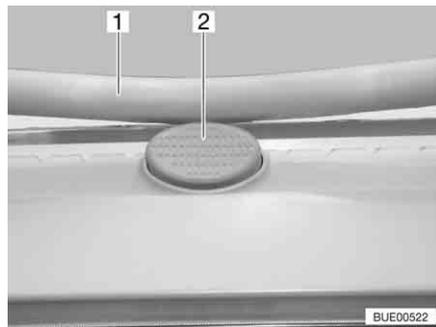

Bild 65 Sicherungsknopf an der Heki-Dachhaube
- Den Sicherungsknopf (Bild 65,2) drücken und den Bügel (Bild 65,1) mit beiden Händen nach unten ziehen.
- Den Bügel mit beiden Händen nach oben drücken, bis der Bügel oberhalb des Sicherungsknopfes (Bild 65,2) liegt.